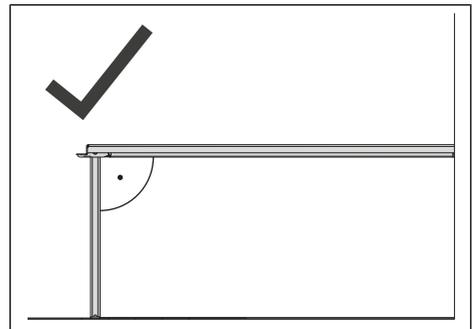

Abb. 6-22: Korrekt positionierter Stützfuß
- ▶ Stützfuß korrekt im Boden arretieren. Auf die korrekte Positionierung des Stützfußes achten (siehe "Abb. 6-22: Korrekt positionierter Stützfuß", S. 79).